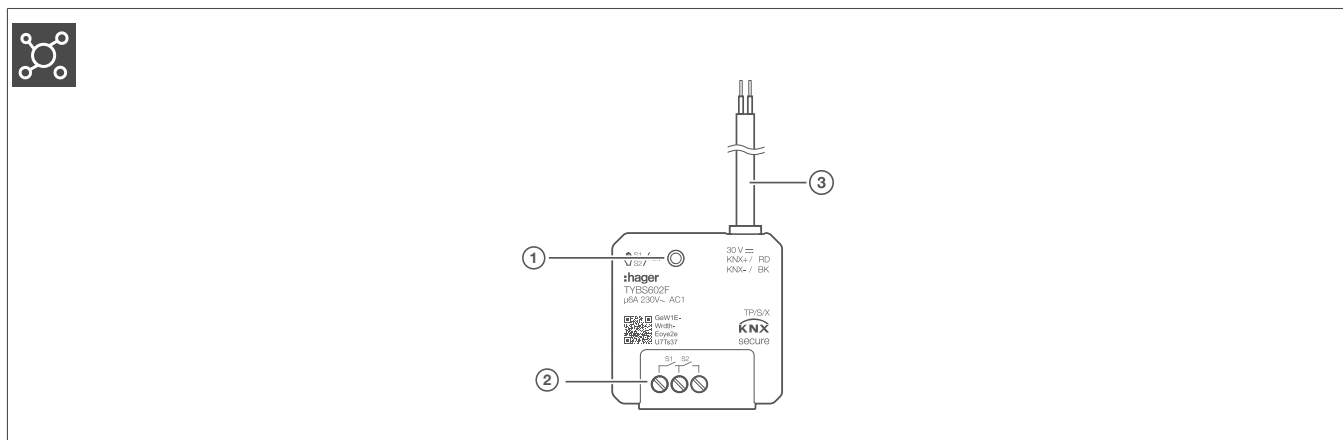

Fig. 2 : Composition de l'appareil TYBS602F
- 2 Appuyer sur la touche de programmation (Fig. 2/1).